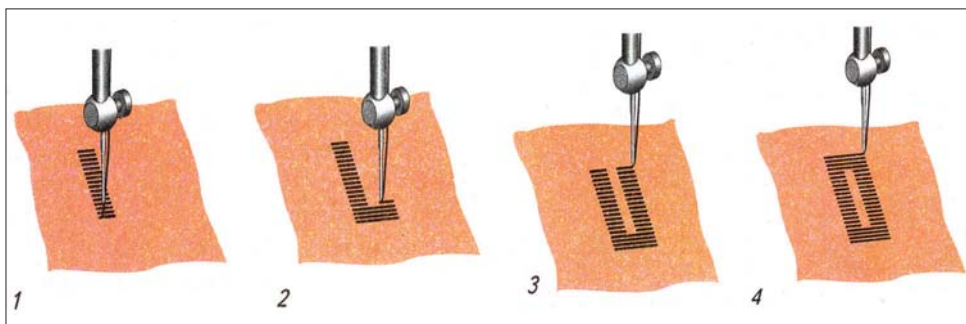

Рис. 4. Выполнение петли на швейной машине зигзагообразной строчкой
5. Иглу ставят в левое положение и прокладывают стежки по левой половине петли (рис. 4, 1).
6. Возвращают иглу в среднее положение, увеличивают ширину стежка в два раза и делают три-четыре стежка для первой закрепки (рис. 4, 2).
7. Устанавливают прежнюю ширину стежка, иглу ставят в правое положение. Прокладывают стежки по правой половине петли (рис. 4, 3).
8. В конце строчки выполняют несколько стежков двойной ширины для второй закрепки (рис. 4, 4). Дисковый переключатель устанавливают на положение прямой строчки. Делают несколько закрепочных стежков.